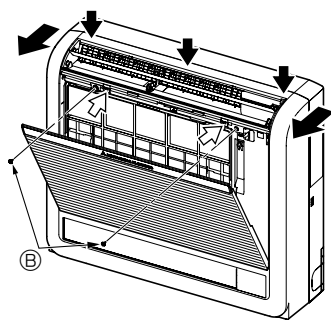
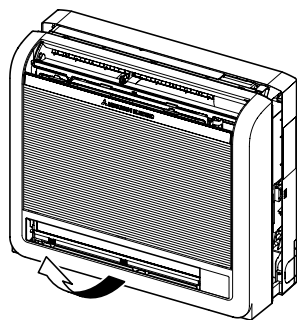
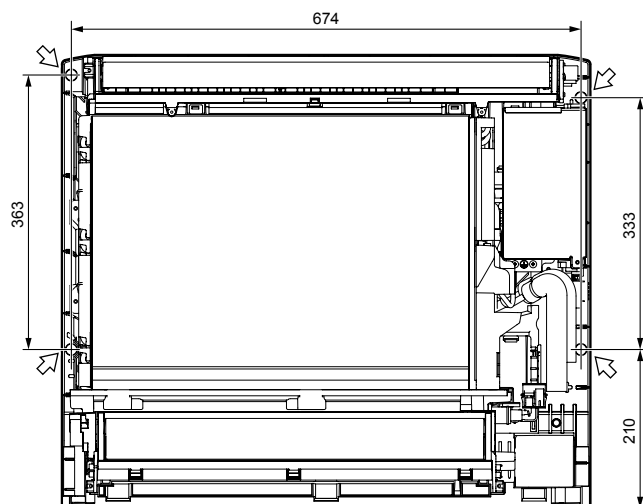

Fig. 3-3
Fig. 3-4
Fig. 3-5
- ① Premere le 2 posizioni indicate dalle frecce ⇄ e aprire la griglia anteriore. (Fig. 3-3)
- ② Aprire la griglia anteriore e rimuovere le due viti.
- ③ Aprire il vano orizzontale per l'uscita aria superiore, premere la parte superiore del pannello anteriore in tre punti e quindi tirare via la parte superiore della griglia dall'unità interna.
- ④ Sollevare la griglia anteriore per rimuoverla. (Fig. 3-4)
② Viti
3.3. Installazione dell'apparecchio interno (Fig. 3-5)